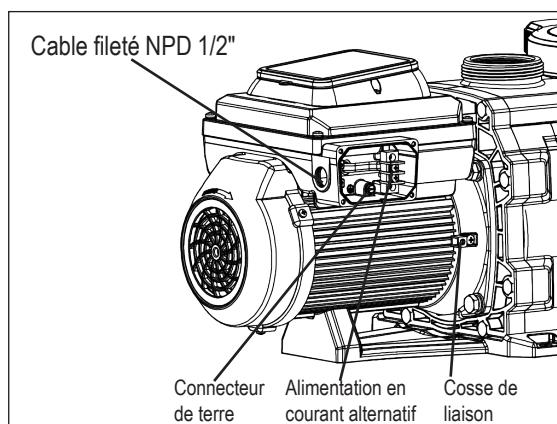

Figure 4
La pompe fonctionne avec une alimentation monophasée de 230V, 50 ou 60Hz. Les connexions des bornes sont capables de supporter un fil solide ou toronné jusqu'à 12AWG. Il existe également des connecteurs rapides de type "Faston", mais vous devez vérifier les codes électriques locaux pour connaître la méthode de connexion souhaitée. Vous devez établir une connexion permanente au connecteur de terre (voir figure 4) dans le compartiment de câblage de champ, conformément au code électrique local.
- Assurez-vous que tous les disjoncteurs et interrupteurs électriques sont éteints avant de câbler le moteur. Attendez toujours cinq (5) minutes après avoir coupé l'alimentation électrique de la pompe avant d'ouvrir ou de faire l'entretien du moteur.
- Reliez le moteur au fil de mise à la terre de façon permanente en utilisant le connecteur de terre situé à l'arrière de l'interface du contrôleur (voir figure 4). Utilisez la taille et le type de fil corrects spécifiés par le code électrique national en vigueur. Assurez-vous que le fil de terre est connecté à une prise de terre.
- Reliez le moteur à toutes les parties métalliques de la structure de la piscine et à tous les équipements électriques, aux conduits métalliques et aux piquages métalliques situés à moins de 1,5 m des parois intérieures de la piscine, du spa ou de la cuve thermale, conformément au Code national de l'électricité en vigueur. La norme UL exige l'utilisation d'un conducteur de liaison en cuivre solide d'un calibre minimum de 8 AWG. Voir la figure 4.